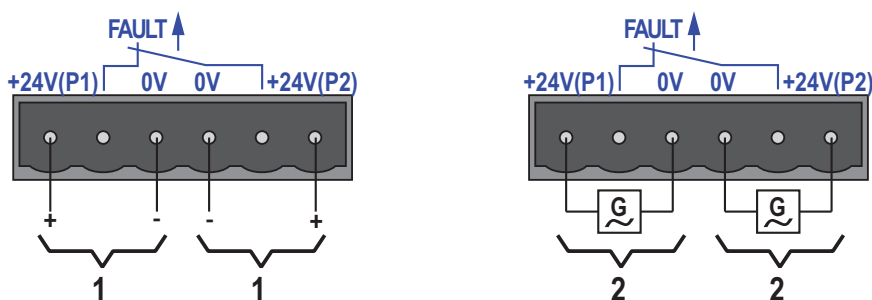

Abb. 18: Anschluss der Versorgungsspannung am 6-poligen Klemmblock
Als Versorgungsspannung können Sie wahlweise Gleich- oder Wechselspannung anschließen. Verwenden Sie die Pins +24V und 0V zum Anschluss der Wechselspannung (siehe Abbildung 18).
- ▶ Der Meldekontakt ("FAULT", Pinbelegung des Klemmblockes siehe Abbildung 18) dient der Funktionsüberwachung des Gerätes und ermöglicht damit eine Ferndiagnose. Die Art der Funktionsüberwachung können Sie im Management festlegen.